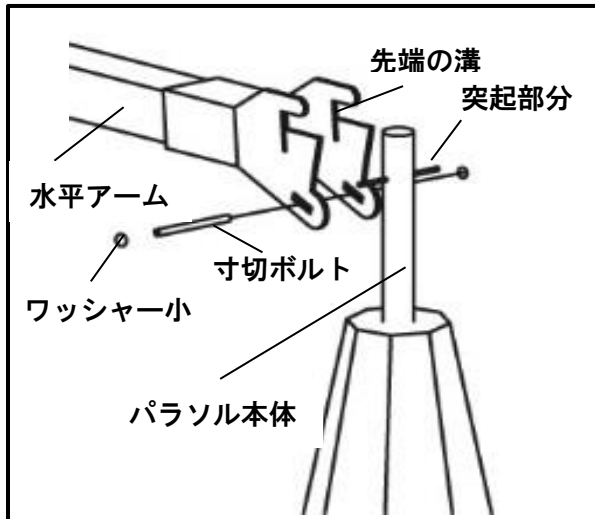

図.5
- ① 水平アーム (D) 先端の溝にパラソル本体 (A) の突起部分を入れます。
- ② 寸切ボルト (e) を水平アーム先端部とパラソル上部のポールの穴に通しワッシャー小 (b) を入れ、六角袋ナット (e) の両端をスパナでしっかりと締めます。(図.5)